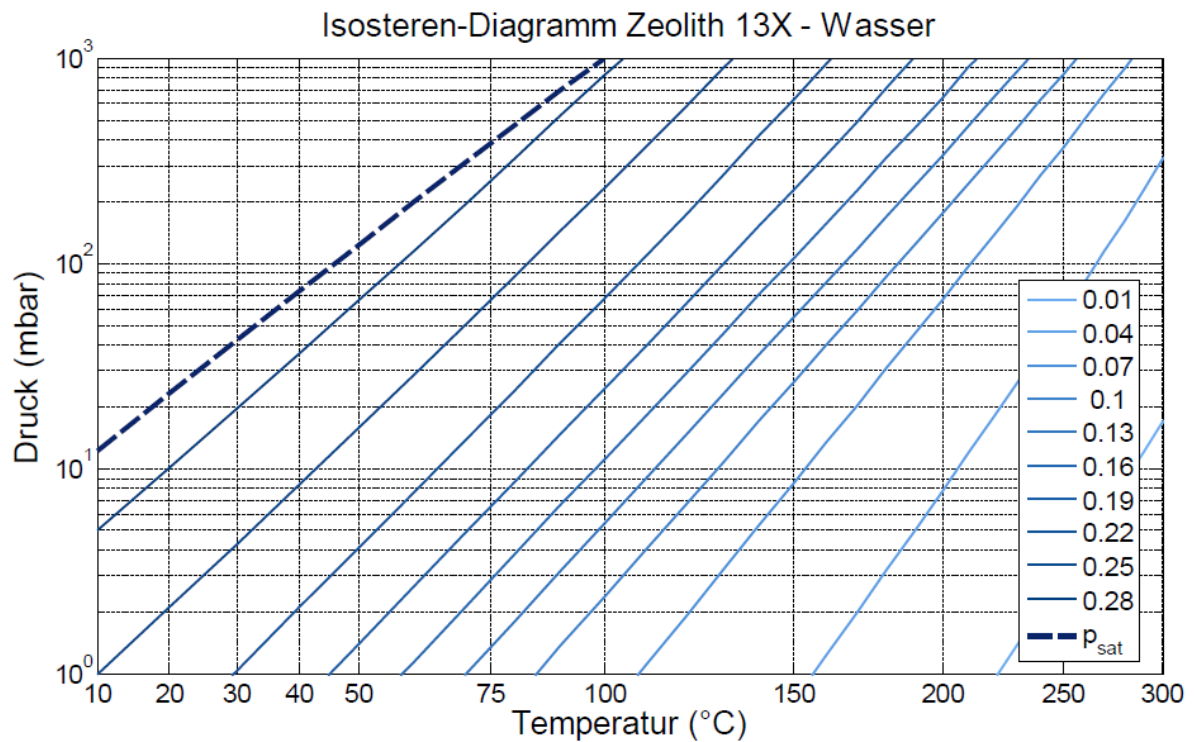

Abb. 4: Isosterendiagramm Zeolith 13X - Wasser (Lanzerath, 2013)
2. Bestimmen Sie die maximal mögliche Beladung des Zeoliths bei den eingestellten Versuchsparametern mit Hilfe des Isosteren Diagramms für den verwendeten Zeolith in der Anlage (Abb. 4).